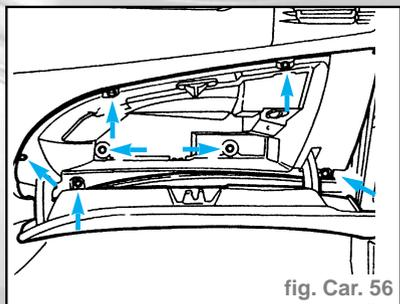

fig. Car. 56
- Dévisser les vis de fixation indiquées et détacher légèrement la boîte à gants (fig. Car. 56).